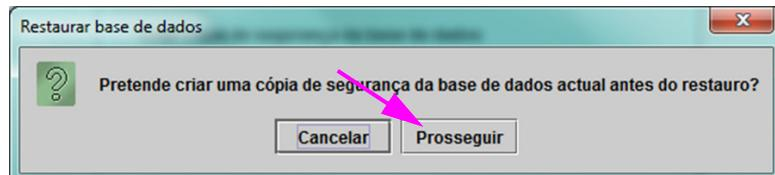
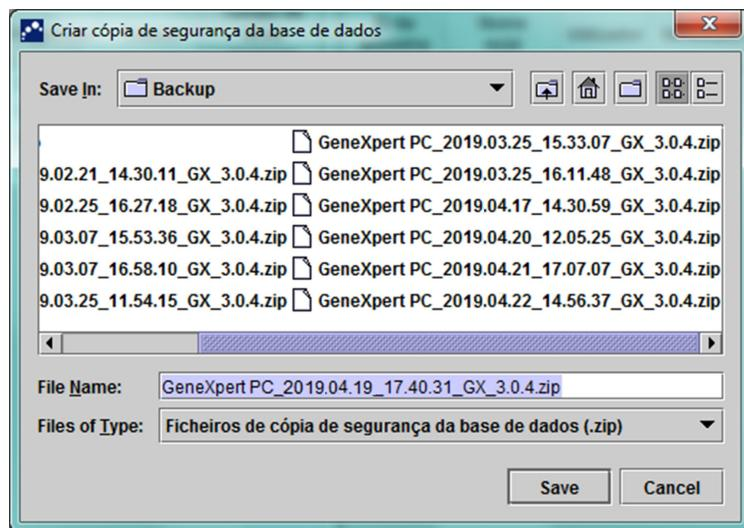

Figura 5-77. Caixa de diálogo Restaurar base de dados
Figura 5-78. Caixa de diálogo Criar cópia de segurança
2. Clique em **Prosseguir**. É visualizada uma caixa de diálogo que pergunta se deseja fazer uma cópia de segurança da base de dados actual (recomendado) antes de restaurar. Consulte a figura 5-77.
3. Clique em **Prosseguir** na caixa de diálogo de confirmação Restaurar base de dados para continuar com a criação da cópia de segurança da base de dados (consulte a figura 5-77). É apresentada a caixa de diálogo Criar cópia de segurança da base de dados. Consulte a figura 5-78.
4. Localize e seleccione a pasta onde pretende armazenar o ficheiro da cópia de segurança, introduza um nome para o ficheiro (ou utilize o nome de ficheiro predefinido) e, em seguida, clique em **Guardar**. Consulte a figura 5-78.